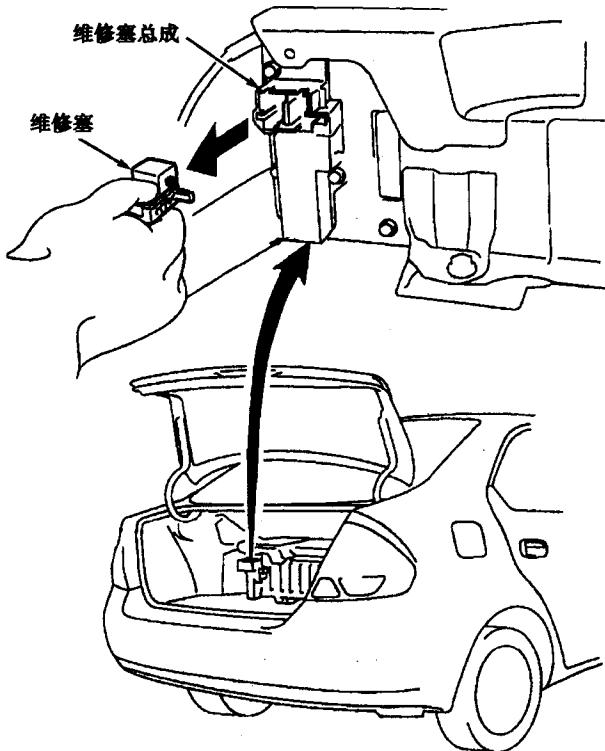

图 1-1-1 维修塞位置
- (1) 在发动机室进行任何检查或维修前，应确保点火开关关闭，点火钥匙从点火锁芯中拔出，点火开关接通和 READY 灯亮时，发动机可能自动启动和关闭。
- (2) 在发动机室进行任何维修前，应阅读发动机室所有的维修和警告牌。
- (3) 所有高压配线连接器都有橙色连接器。不要触摸任何含橙色连接器的配线连接器。
- (4) 高压蓄电池和其他高压部件可以通过他们的高压警告牌识别出，不要触摸这些部件。
- (5) 若有必要，则检查或维修高压系统，确保点火开关关闭。在触摸任何高压配线、连接器或部件前，应拆下维修塞并等至少 5min，以确保完成高压放电。维修塞位置见图 1-1-1。
- (6) 若必须触摸高压配线、连接器或部件，则要确保维修塞已被拆下或电子部件的电压极低。在触摸高压配线、连接器或部件时，应用丰田绝缘手套，要确保绝缘手套干净且性能良好，没有洞。在触摸高压配线、连接器或部件前，将压缩空气吹入绝缘手套，测试它的性能。
- (7) 在车上工作时不要损坏任何金属物体，以免造成短路。
- (8) 若高压配线连接器脱开，则配线连接器上的端子要用带子包裹，以防止配线连接器接触任何表面。
- (9) 若维修高压系统，则在车辆顶部放置一标牌，告诉其他技师正在维修高压系统。